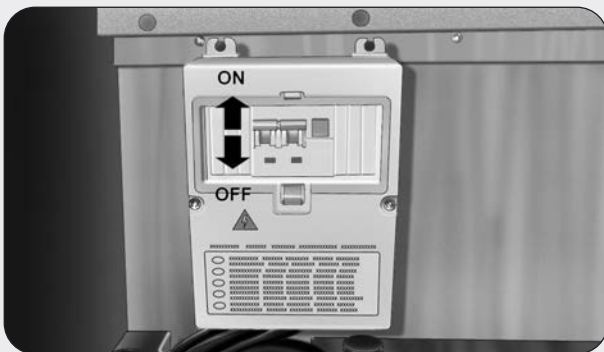

Abb. 16
**Stellen Sie vor Eingriffen am Verteilerfeld den 220-Volt-Hauptschalter (Schutzschalter Abb. 16) auf "0" (AUS) und trennen Sie die Verbindung zum 220-V-Stromnetz.**